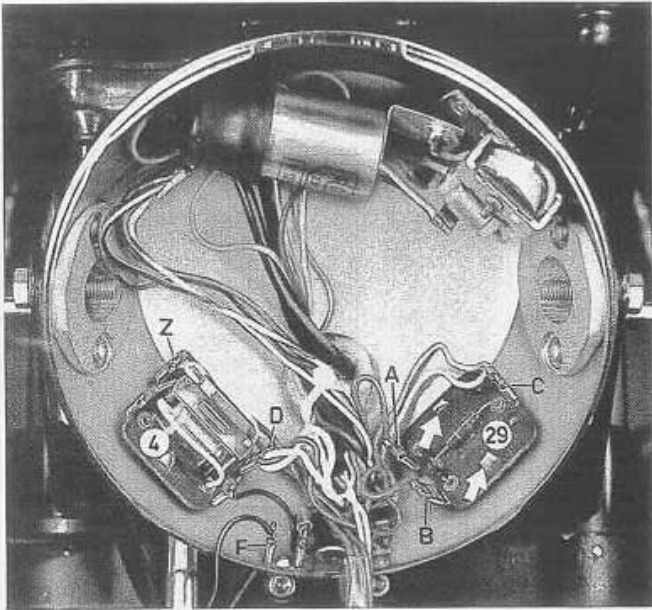
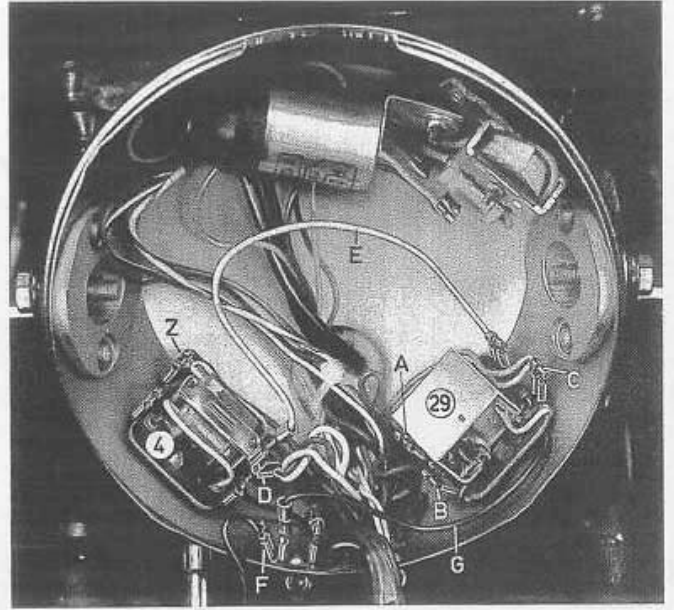

Fig. 117
Fig. 118
- distaccare il dispositivo 29, i 2 faston A e B dei due fili Verdi ed il Faston C dei due fili Viola ed Azzurro collegati assieme (vedi schemi elettrici e fig. 117).
- raddrizzare con le pinze le due lamelle di fissaggio indicate con le frecce e smontare il dispositivo 29 che non verrà più utilizzato (vedi fig. 117).
- montare il nuovo relais ns./cod. 0960.38.223 al posto del dispositivo 29, fissarlo ripiegando le due lamelle sopra citate (vedi fig. 118).
- distaccare dal relais 4 (vedi fig. 117) il faston con i tre fili (Bianco, Giallo e Marrone, collegati assieme) e collegare a questo punto D il filo bianco E che viene dal nuovo relais 29 (vedi fig. 118).
**ATTENZIONE!** Nelle moto in cui i 3 fili (Bianco, Giallo e Marrone) sono collegati al punto Z anziché al punto D (vedi fig. 118) agire esattamente come descritto al paragrafo f, collegando al punto Z il filo bianco ed i relativi tre fili precedentemente distaccati.
- from transducers 29, disconnect the two lucars A and B of the two Green wires and the lucar C of the two Violet and Blue wires connected altogether (see the electric schemes and fig. 117).
- straighten with pliers the two fixing strips shown by the arrows and remove transducers 29, to be no more utilised (see fig. 117).
- fit the new relay code no. 0960.38.223 in place of transducer 29, fix it bending the two above strips (see fig. 118).
- disconnect from relay 4 (see fig. 117) the lucar with the wires (White, Yellow and Brown connected altogether) and connect to this position D the White wire E coming from new relay 29 (see fig. no. 118). The detached lucar must be connected to the same terminal by means of the double lucar connected to the White wire E.
**BEWARE!** In the motorcycles where the three wires (White, Yellow and Brown) are connected to the position Z rather than position D (see fig. 118) act exactly as described at paragraph f, connecting at position Z the White wire and the three wires previously detached.
- g) collegare il faston con due fili Viola ed Azzurro al morsetto C del nuovo relais 29 (vedi fig. 118).
- h) staccare dalla massa del faro il faston col filo Nero F (vedi fig. 117) e collegare il filo Nero G del nuovo relais. Al doppio faston di questo filo Nero G (vedi fig. 118) dovrà essere collegato il filo Nero F distaccato in precedenza.
- g) connect the lucar with the two Violet and Blue wires to the terminal C of the new relay 29 (see fig. 118).
- h) disconnect the lucar with Black wire F (see fig. 117) from the headlight mass and connect the Black wire G of the new relay. The double lucar of this Black wire G (see fig. 118) must be connected to the Black wire F previously detached.